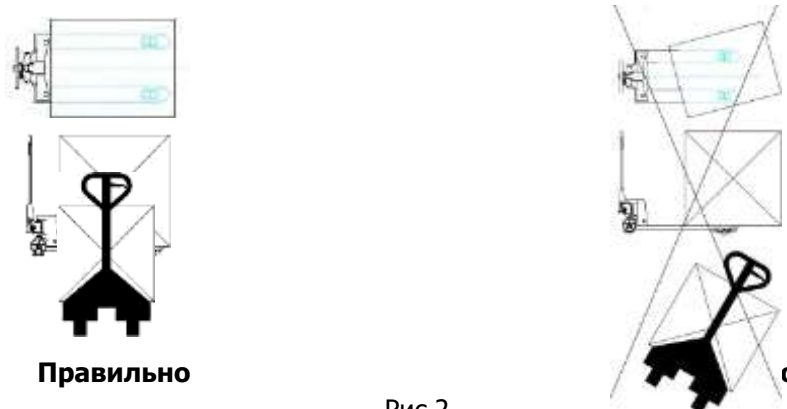

Рис.2
- Уделяйте внимание центру тяжести во избежание смещения и наклона (см.рисунок 2).